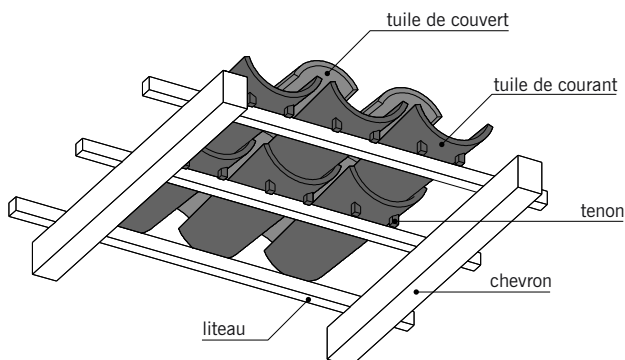

fig. 7.2
- Les **liteaux** ou les **lattes** (fig. 7.2) : baguettes de bois, horizontales, clouées sur les chevrons et supportant directement les tuiles ou les ardoises. L'ensemble des liteaux posés s'appelle le **litelage**. Si l'on interpose un écran entre les liteaux et les chevrons, on peut disposer, suivant le sens de la pente des **contre-liteaux** cloués sur les chevrons (fig. 7.8). L'ensemble des contre-liteaux constitue le **contre-litelage**.
- Des liteaux placés perpendiculairement à la pente du toit. Dans ce cas, les tuiles de courant possèdent de petits ergots appelés tenons qui assurent leur maintien (fig.7.2).